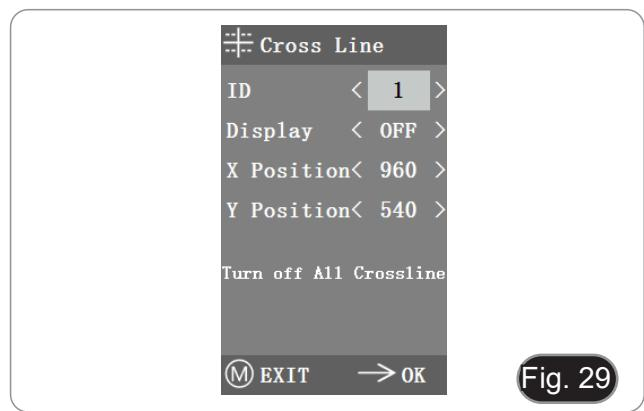

Fig. 29
- 1. Entrare nel menu Cross Line. (Fig. 29)